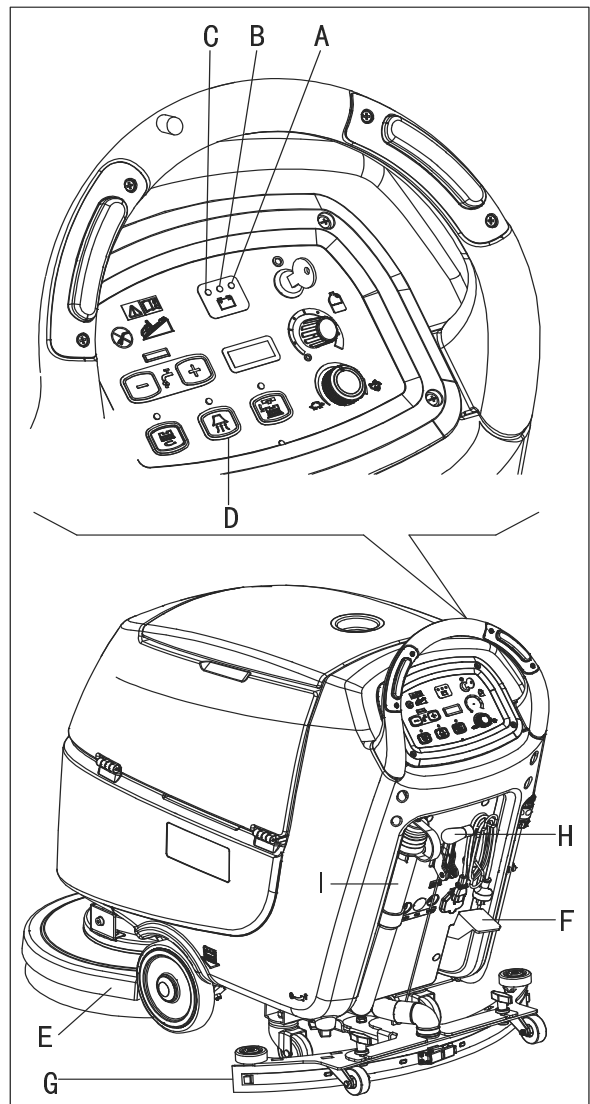
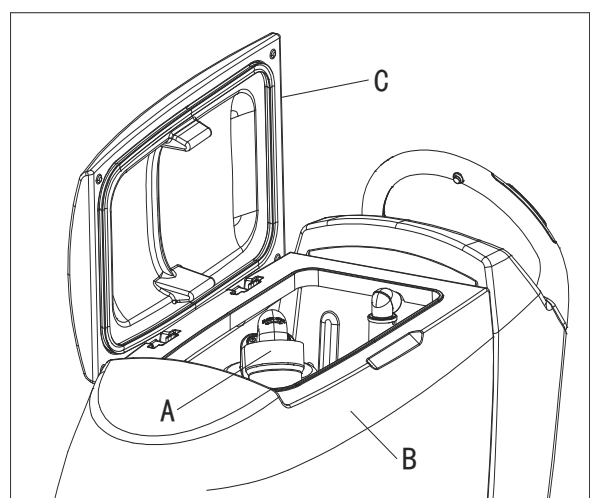

Рисунок 12
Рисунок 13
До тех пор пока горит зеленый предупреждающий световой сигнал (А, Рис. 12), батареи обеспечивают нормальную работу машины. Когда зеленый предупреждающий световой сигнал (А) выключается, и включается желтый предупреждающий световой сигнал (В), рекомендуется зарядить батареи, потому что оставшегося заряда хватит на несколько минут (в зависимости от характеристик батареи и осуществляемой работы). Когда загорается красный предупреждающий световой сигнал (С), батареи полностью разряжены. Через несколько секунд, щетка/штатив подкладки выключатся автоматически, в то время как вакуумная система и (только для машин с тяговым усилением) приводная система останутся включенными, для завершения сушки пола и перемещения машины в определенное место подзарядки.
Автоматическая плавающая система выключения (А, Рис. 13) блокирует вакуумную систему, когда бак утилизации (В) полон. Дезактивизация вакуумной системы сигнализируется внезапным увеличением частоты шума двигателя вакуумной системы, а также пол не высыхает.
Если вакуумная система выключилась случайно (например, когда поплавок активируется из-за внезапного движения машины), для возобновления работы: выключите вакуумную систему, нажав на переключатель (D, Рис. 12), затем откройте крышку (С, Рис. 13) и проверьте и убедитесь, что поплавок внутри решетки (А) находится ниже уровня воды. Затем закройте крышку (с) и включите вакуумную систему, нажав на переключатель (D, Рис. 12).
Когда бак утилизации (В, Рис. 13) полон, слейте его в соответствии со следующей процедурой.
2. Поднимите настил щетки/штатива подкладки (Е, Рис.12), нажав на педаль (F).
3. Поднимите швабру (G) при помощи рычага (H).
5. Слейте бак утилизации при помощи шланга (I). Затем промойте бак (В, Рис. 13) чистой водой.